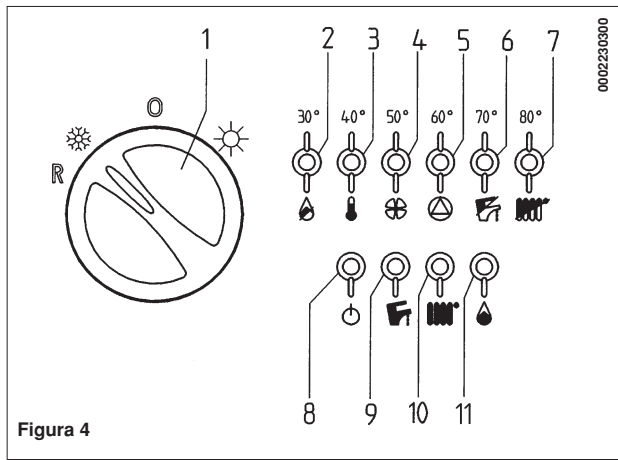

Figura 4
En este caso se aconseja repetir las operaciones de encendido, hasta que el gas llegue al quemador, ubicando durante al menos 1 segundo el selector (1) en la posición **R** (véase también figura 4).